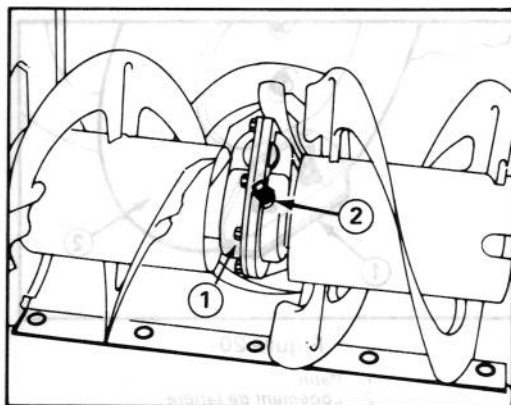

Figure 19
1. Enlevez le bouchon à tuyau (Fig. 19).